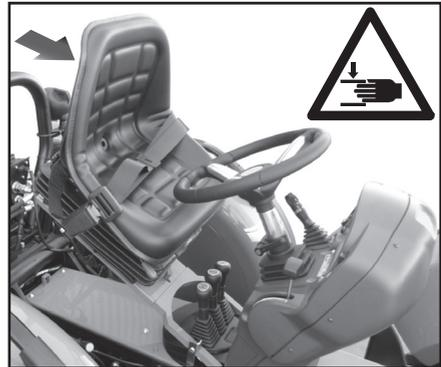

Abb. 5.14.2
NICHT unter dem Sitz arbeiten, wenn dieser sich in angehobener Position (Abb. 5.14.2) befindet, da Quetschgefahr für Finger und Hände besteht.
4. Den Entriegelungshebel (1) ziehen und den Sitz nach vorne klappen (Abb. 5.14.2) bis der Feststeller (2) eingerastet ist.